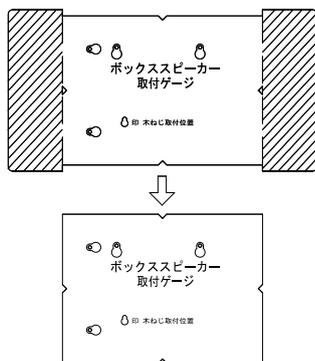

図15
- ・包装材のパットが取付ねじの取付ゲージになっていますので、不要な斜線部分をミシン目に沿って切り取ってお使いください。（図15参照）